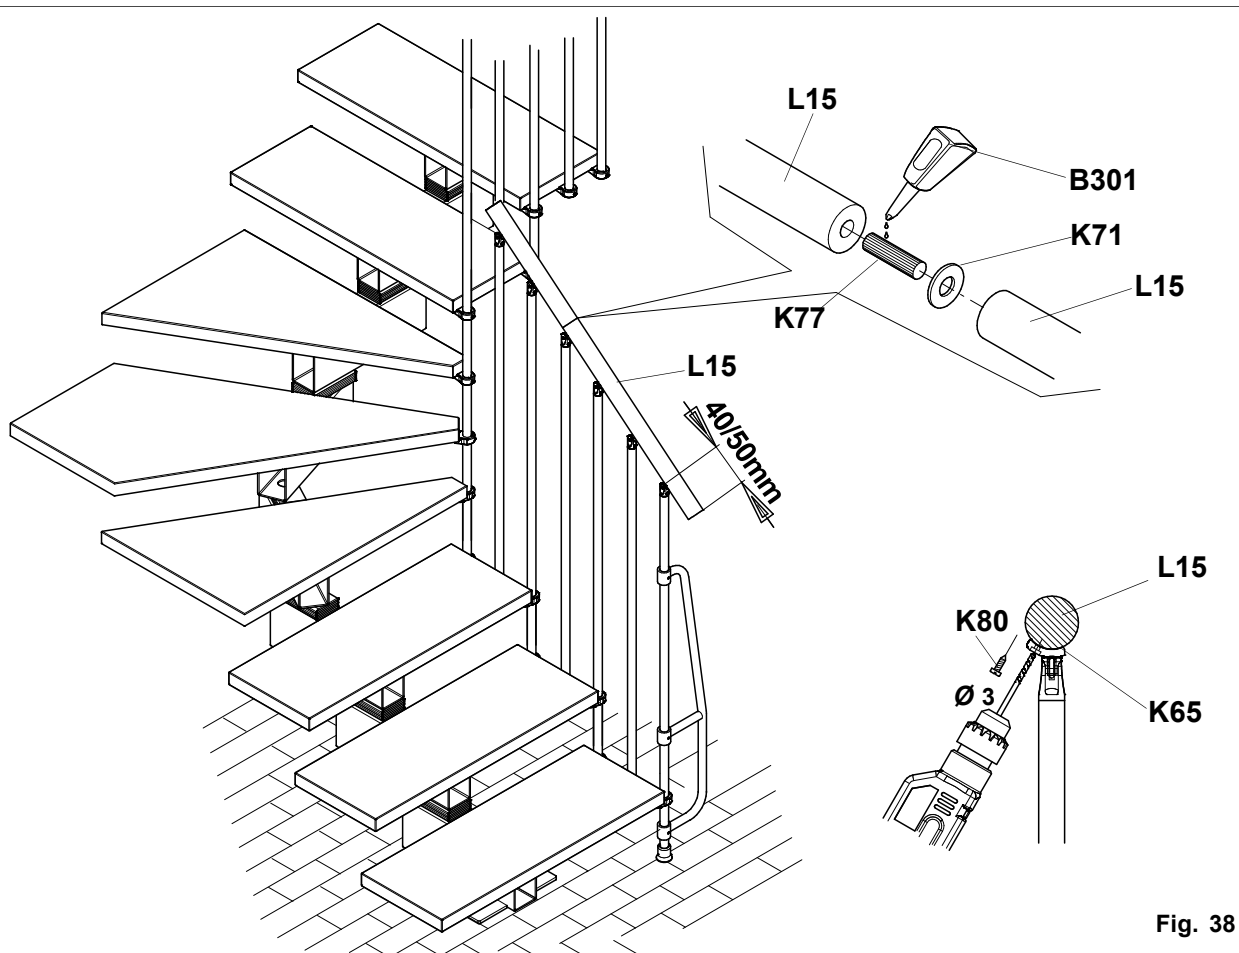

Fig. 38
- Poser la main courante sur le premier support, à une distance d'environ 40-50 mm de la première colonne. (fig. 38)